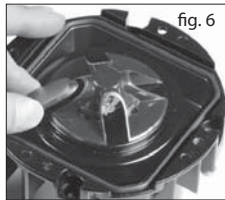

fig. 6
- Le support LED peut être tourné dans le sens des aiguilles d'une montre et en sens inverse jusqu'à 90° pour orienter les faisceaux lumineux (faire attentions aux câbles au-dessous) ( fig. 6 )
- Pour réduire le numéro des faisceaux lumineux de 4 à 3 ou 2, insérer respectivement 1 ou 2 bouchons (fournis avec l'appareil) dans l'écran ( fig. 6 ).